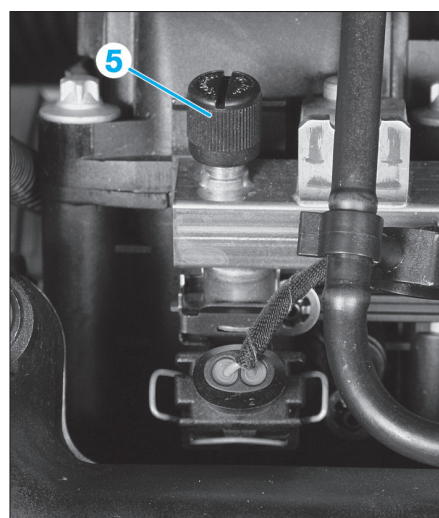

Fig. 30
- Dévisser le capuchon (5) de protection de raccord de contrôle sur la rampe d'injection (Fig.30).